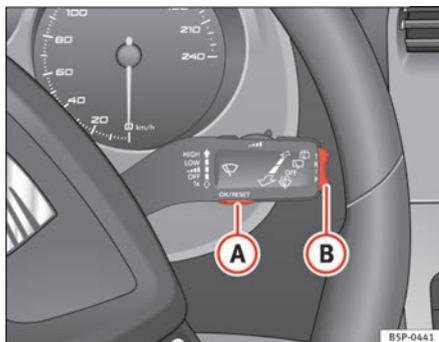
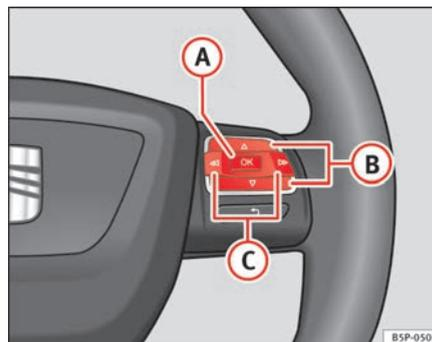

Fig. 43 Levier de l'essuie-glace : la touche A sert à confirmer les options du menu et la commande à bascule B permet de changer de menu
Fig. 44 Commandes au volant : la touche A sert à confirmer les options du menu et la touche B permet de changer de menu
- Pour accéder au menu « Configuration », appuyez sur la touche **C** ⇒ page 68, fig. 44 jusqu'à ce qu'il apparaisse à l'écran. Vous vous trouvez maintenant dans ce menu.
- Pour passer d'une mémoire à l'autre, appuyez brièvement sur la touche **A** ⇒ page 68, fig. 43 ⇒ page 68 du levier de l'essuie-glace ou sur la touche **OK** du volant multifonctions ⇒ page 68, fig. 44 ⇒ page 68 lorsque vous avez mis le contact. ▶
Vous pouvez consulter sur l'indicateur multifonctions les données suivantes en actionnant la commande à bascule **(B)** ⇒ page 68, fig. 43 ⇒ page 68 du levier de l'essuie-glace ou en appuyant sur la touche **(Δ)** ou **(▽)** ⇒ page 68, fig. 44 du volant multifonctions*.